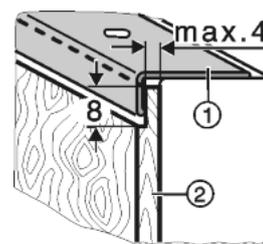

Fig. 38
- ▶ Более толстые декоративные панели Fig. 38 (2) согласно рисунку срезают уступом на толщину максимум 4 мм.